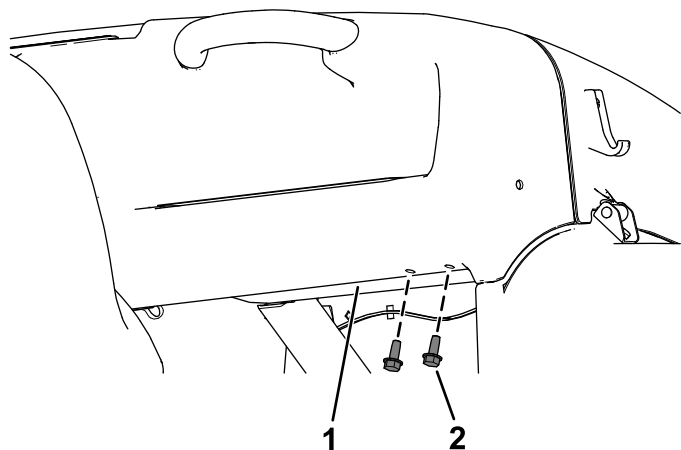

Figura 24
- A. Retire los 2 tornillos (5/16" x 3/4") que fijan el salpicadero al bastidor de la máquina (Figura 24).